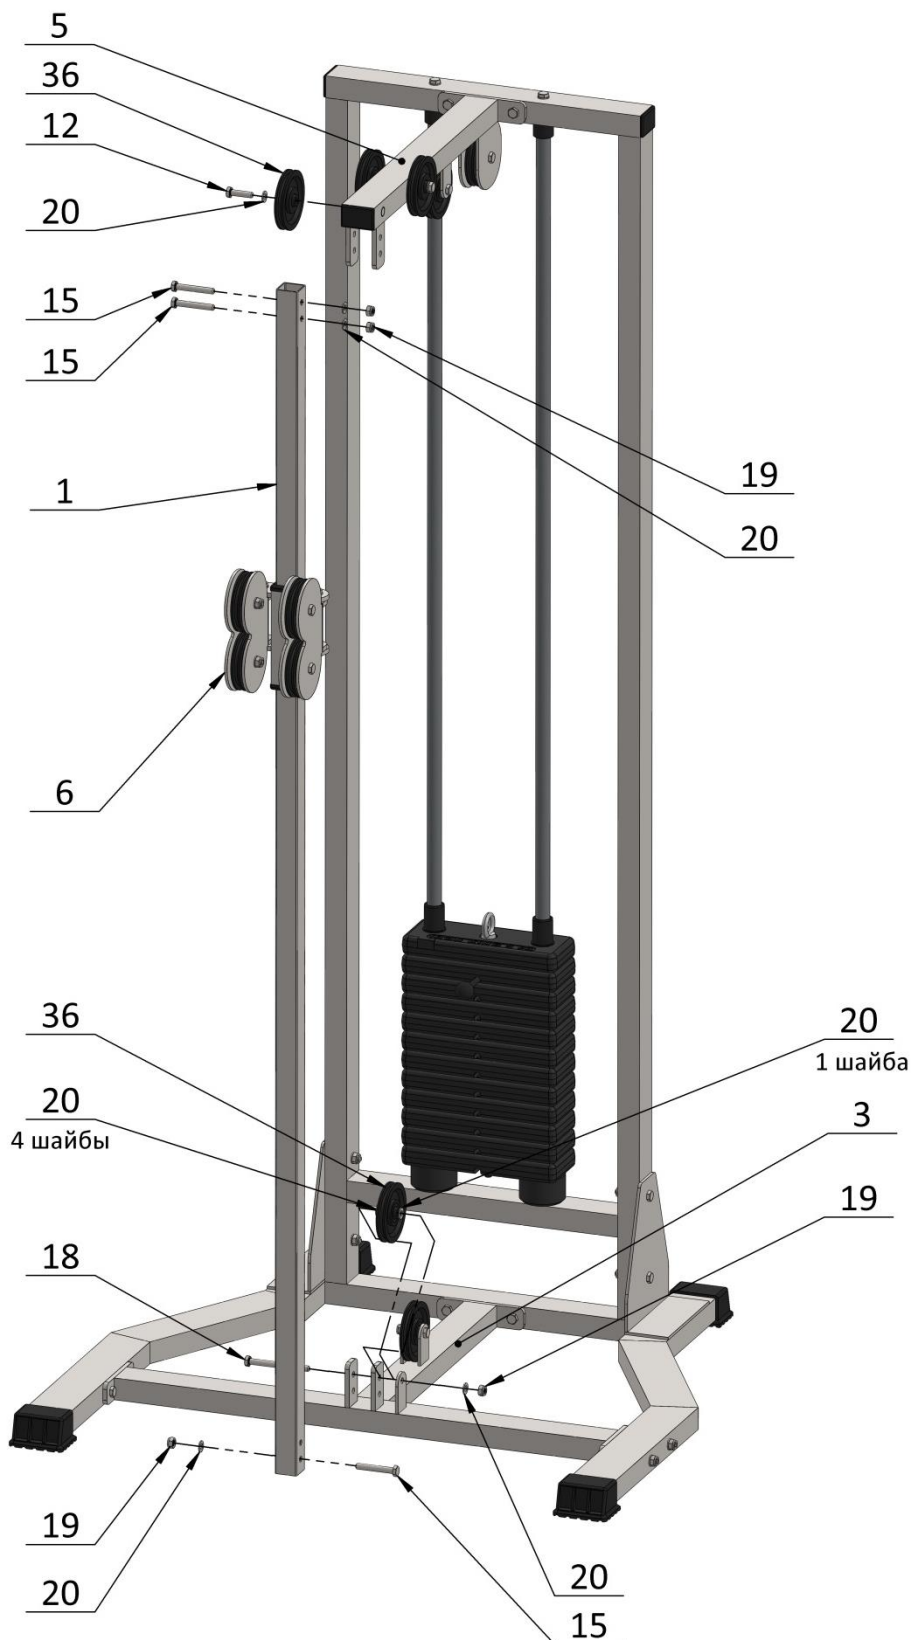

Рис. 4
4. На стойку переднюю (1) надевается ригель (6), после чего, стойка передняя (1) прикручивается одним концом к трубе выносной (5) на болты M10x70 (15), гайки M10 (19) и шайбы D10 (20). После этого к трубе выносной (5) прикручивается ролик (36) на болт M10x40 (12) через шайбу D10 (20). Нижней частью стойка передняя (1) крепится к поперечине передней (3) на болт M10x70 (15), гайку M10 (19) через шайбу D10 (19). Далее в поперечину переднюю (3) устанавливается ролик (36), с поставками: слева в одну шайбу D10 (20); справа на четыре шайбы D10 (20). Ролик фиксируется болтом M10x10, гайкой M10 (19) и шайбой D10 (20). (Рис. 4).